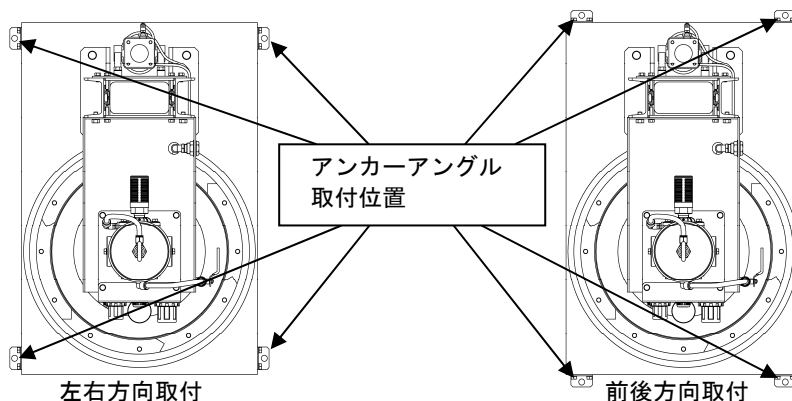

Fig. 3 アンカーアングル取付配置
- 2) 付属品のアンカー用アングル及びボルト+波形バネ座金を用意し、リフトベース周囲に取付けてください。なお、使用環境などを考慮して前後方向または左右方向に取付け可能ですが、必ず 4 つ角方向に 1 つずつ配置してください。(Fig. 3)